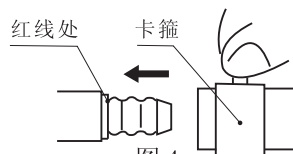

图4
1) 使用胶管连接的灶具：清理干净进气口，套上燃气专用胶管至灶具燃气接头的环形槽红线处，并用卡箍夹紧（如图4所示）。